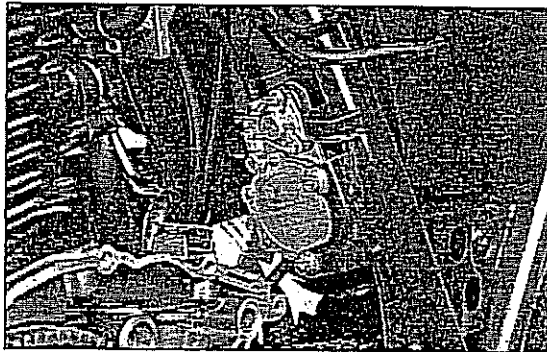
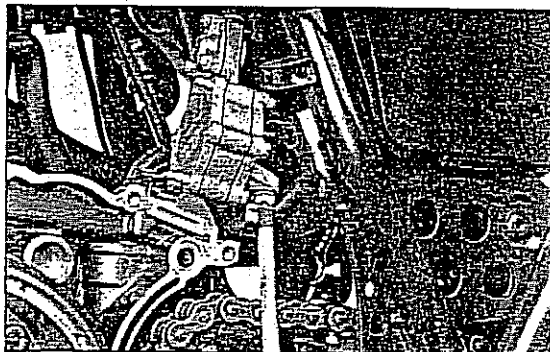

Bild 119
Bild 120
- Zwei Muttern (siehe Bild 119) lösen und Pumpe abnehmen. Auf der Rückseite Führungsschelle des Entlüftungsschlauchs lösen, siehe Bild 120. Schläuche von Benzinzu- und -ablauf, so